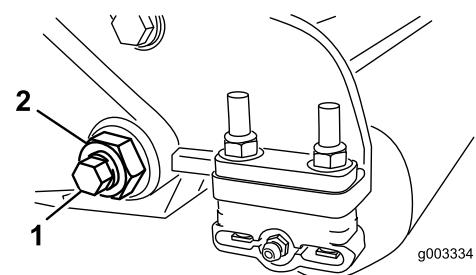
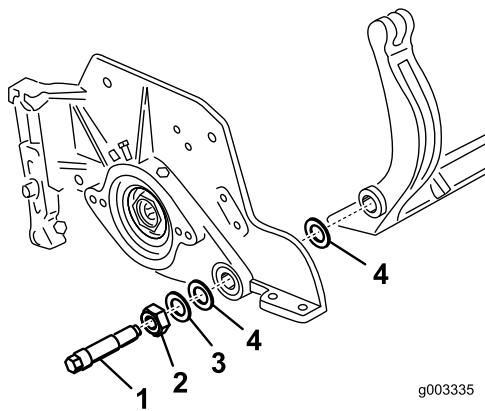

Bild 31
Bild 32
3. Lösen Sie an jeder Seite der Maschine die Sicherungsmutter, mit der die Schraube des Untermesserträgers befestigt ist (Bild 31).
4. Nehmen Sie jede Schraube des Untermesserträgers ab, damit der Untermesserträger nach unten gezogen und von der Maschinenschraube entfernt werden kann (Bild 31). Bewahren Sie die zwei Nylonscheiben und die Scheibe aus gestanzten Stahl an jedem Ende des Untermesserträgers auf (Bild 32).
4. Legen Sie eine Stahlscheibe außen auf jede Nylonscheibe (Bild 32).
Ende vorhanden ist, ziehen Sie jedoch nicht zu stark an oder verbiegen Sie die Seitenplatten. Die Scheiben innen können einen Abstand aufweisen (Bild 32).